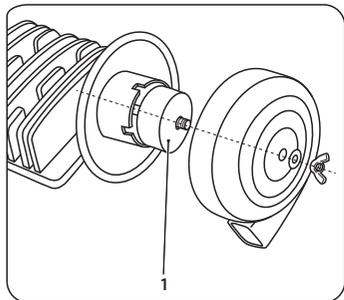

рис. 12
Необходимо снять фильтр (1) поступающего воздуха и заменить или очистить сжатым воздухом фильтрующий элемент (рис. 12).